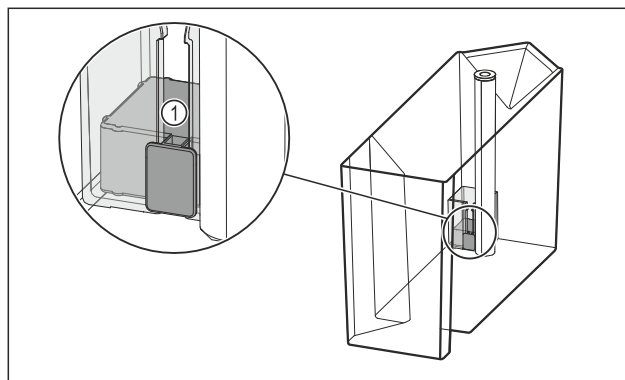

Fig. 111
- ▶ Sprawdzić, czy pływak Fig. 111 (1) nie jest zablokowany. W przypadku, gdy pływak jest zablokowany: